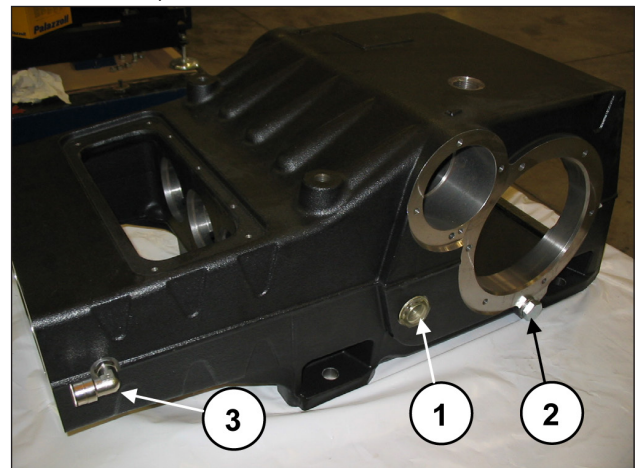

Abb. 48
Montieren Sie die beiden Ölstand-Schaugläser, die zwei Ölablassverschlüsse und den 90° Steckanschluss (Pos. ①, ② und ③ Abb. 48).